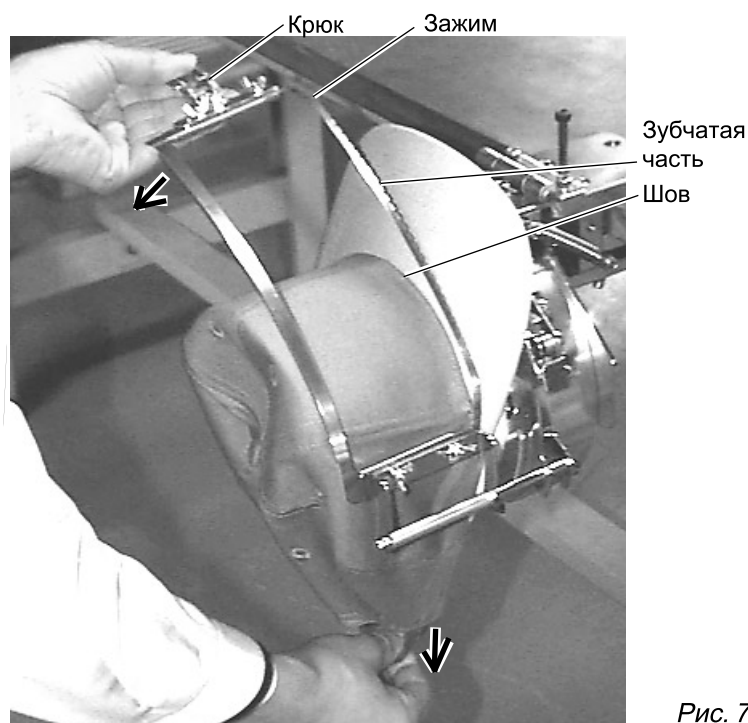

Рис. 7
5. Как показано на Рис. 7, потяните назад часть головного убора и закрепите ее на крючке, и разгладьте складки на головном уборе.